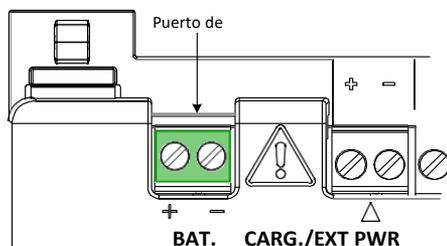

Figura 8: Puerto de batería
2. Conecte la batería a las terminales (Figura 8). El bloque terminal de alimentación es verde. Observe polaridad (+ y -).
PRECAUCIÓN: Daño al equipo. Nunca conecte el panel solar o el cable del cargador alternativo al RMC antes de que la batería esté conectada a un puerto BAT (Figura 8 *Puerto de batería*).